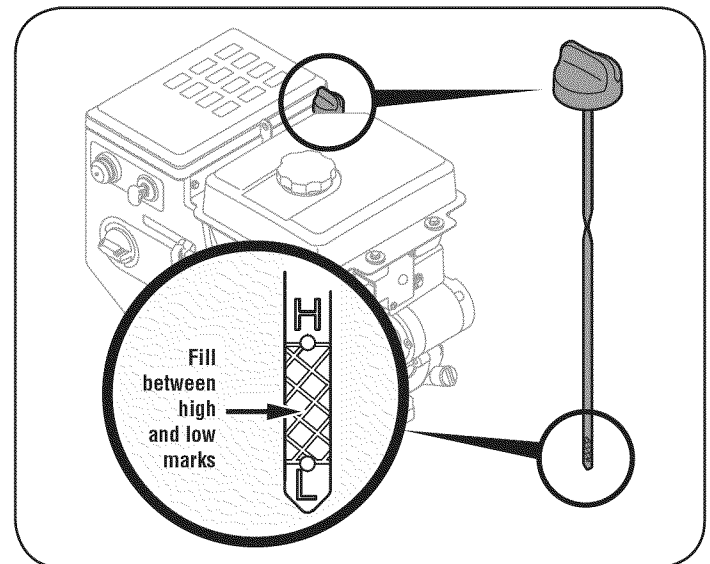

Figura 19
3. Retire el tapón de llenado de aceite. Si el nivel está bajo, agregue aceite lentamente hasta registros de nivel del aceite entre alto (H) y bajo (L). Vea la Figura 19.